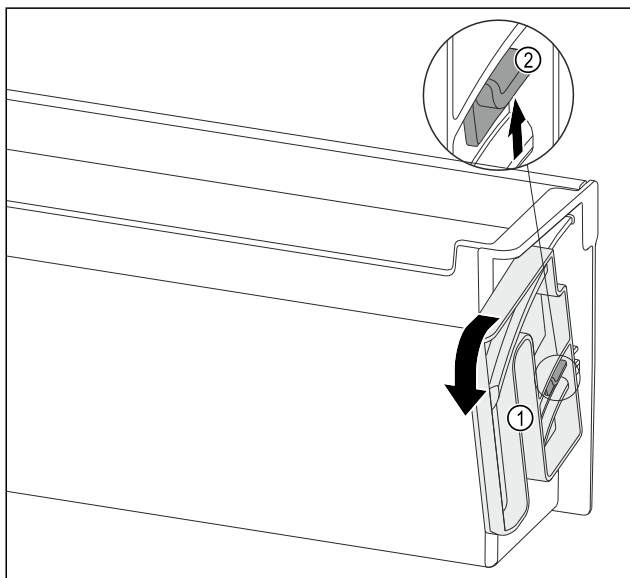

Fig. 142
- ▶ Поверните поворотный блок Fig. 142 (1) по указанном направлении до упора.
- ▶ Выжмите накладку Fig. 142 (2) вверх и осторожно извлеките поворотный блок Fig. 142 (1).